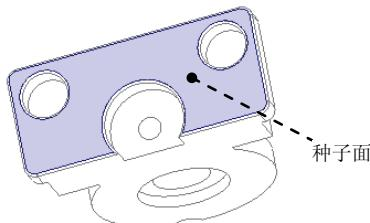
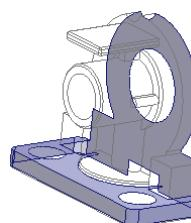

图 14.16 定义种子面
图 14.17 定义边界面
(1) 将参考模型取消遮蔽。
(2) 遮蔽滑块分型曲面。
(3) 采用“种子面与边界面”的方法选取所需要的曲面。用户分别选取种子面和边界面后, 系统则会自动选取从种子曲面开始向四周延伸直到边界曲面的所有曲面(其中包括种子曲面, 但不包括边界曲面)。在屏幕右下方的“智能选取栏”中选择“几何”选项。
(4) 下面先选取“种子面”(Seed Surface), 操作方法如下。
① 选择 **视图** 功能选项卡 **模型显示** ▾ 区域中的“显示样式”按钮 **显示**, 按下 **消隐** 按钮, 将模型的显示状态切换到实线线框显示方式。
② 选取图 14.16 所示的模型底面作为种子面。
(5) 然后选取边界面, 操作方法如下。
① 按住 Shift 键, 选取图 14.17 中的 handle-forkd 的背面和底座的上表面以及底座的所有